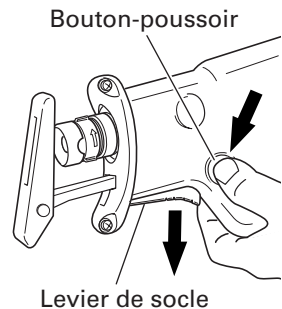

Fig. 10
- (1) Appuyez sur le bouton-poussoir. Ce faisant, le levier du socle sort pour permettre de préparer le socle pour le réglage. (Fig. 10)